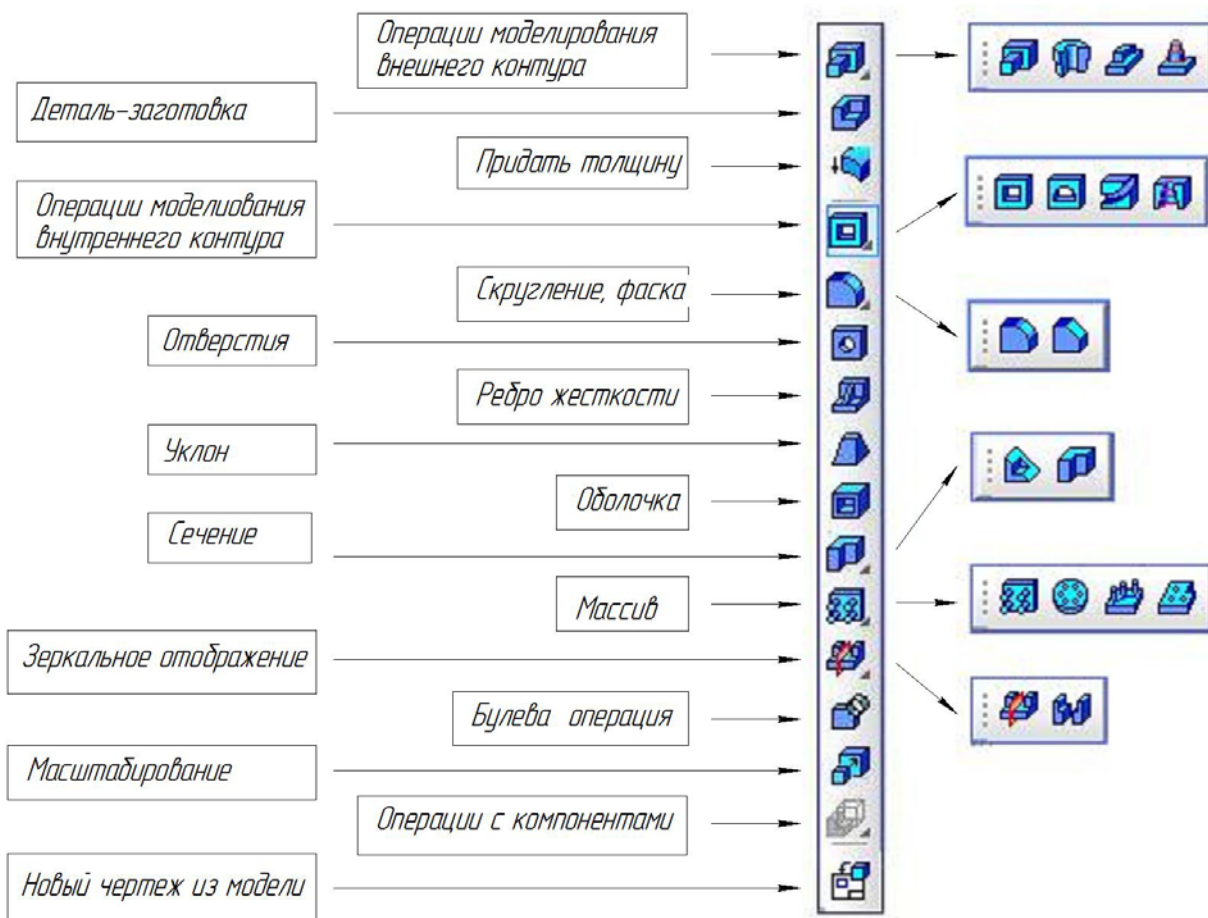

Рис. 4.4. Инструментальная панель «Редактирование»
- **Редактирование**  – содержит кнопки включения команд формирования внешней и внутренней поверхности детали, редактирования ее элементов, а также команды построения плоского чертежа из модели (рис. 4.4);